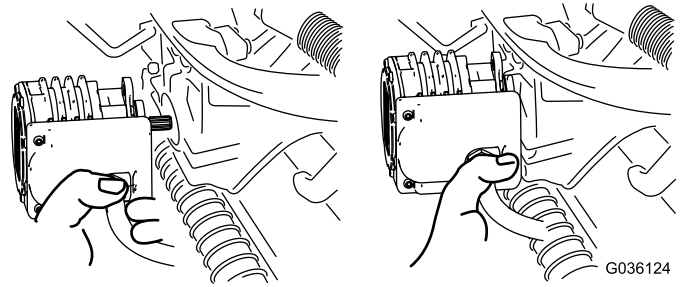

Figura 62
4. Mueva el motor al lugar de almacenamiento en la parte delantera del brazo de suspensión (Figura 62).